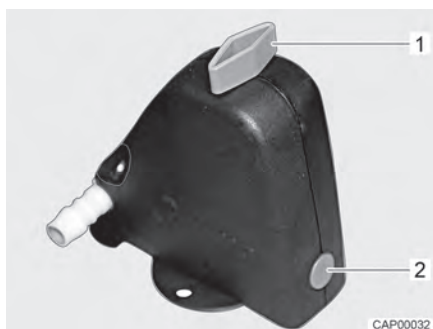
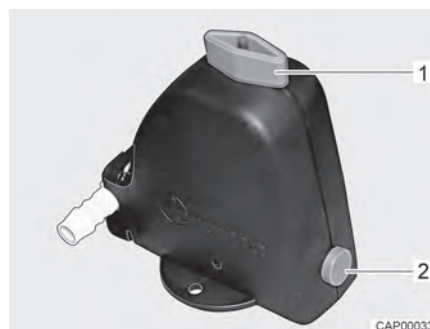

Bild 136 Säkerhets-/avtappningsventil stängd
Bild 137 Säkerhets-/avtappningsventil öppen
- Öppna säkerhets-/avtappningsventil (Bild 136). Vrid vredet (Bild 136,1) mot säkerhets-/avtappningsventilen. Tryckknappen (Bild 136,2) skjuts ut. Den öppna säkerhets-/avtappningsventilen visas i Bild 137.